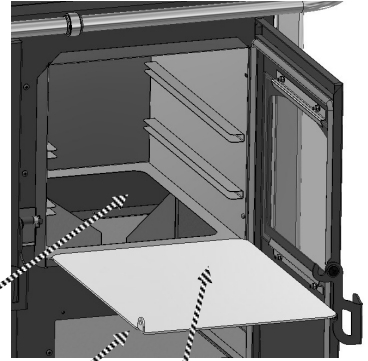

Fig. 3
Nettoyage sous four (Fig.3)
- Terminé les opérations de nettoyage remonter l’appareil en faisant ce qui est décrit dans le sens contraire. Attention au positionnement de la partie pliée vers l’haute – voir image Fig.3.